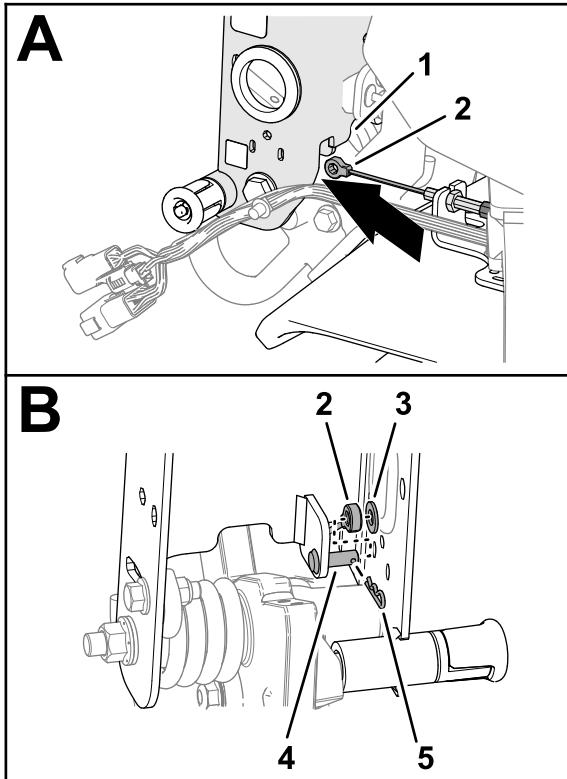

Рисунок 7
- Проложите фитинг троса тормоза под нижней частью швейлера рукоятки управления(Рисунок 7).